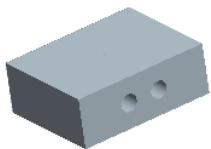
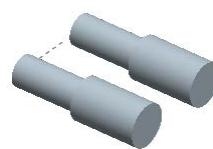

图 15.32 着色后的部分体积块
图 15.33 着色后的滑块
Step5. 在“体积块分割”操控板中单击 **体积块** 按钮，在“体积块”界面中单击 **1 体积块_1** 区域，如图 15.32 所示，然后在选中的区域中将名称改为 **BODY_VOL**；在“体积块”界面中单击 **2 体积块_2** 区域，如图 15.33 所示，然后在选中的区域中将名称改为 **SLIDE_VOL_01**；在“体积块”界面中单击 **3 体积块_3** 区域，如图 15.33 所示，然后在选中的区域中将名称改为 **SLIDE_VOL_02**。